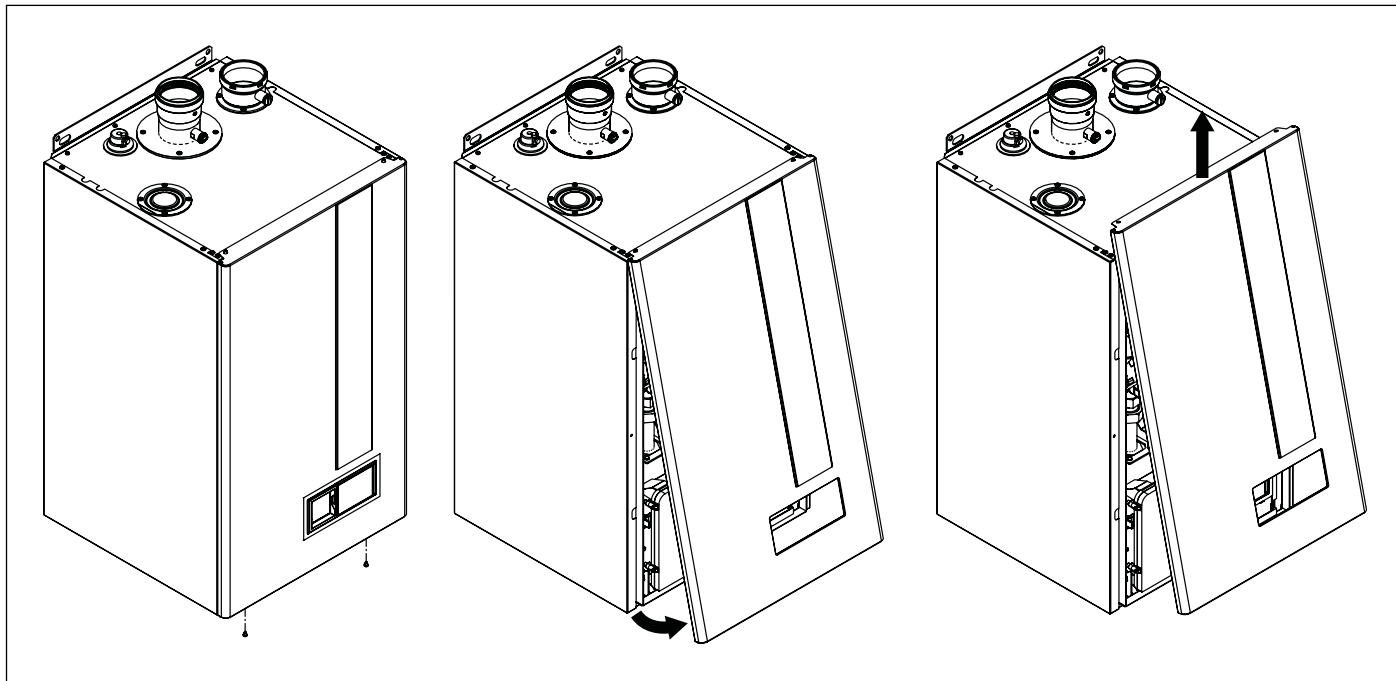

Fig. 34 Deschidere carcasă
- Scoateți carcasa frontală a cazanului (consultați Fig. 34 Deschidere carcasă).